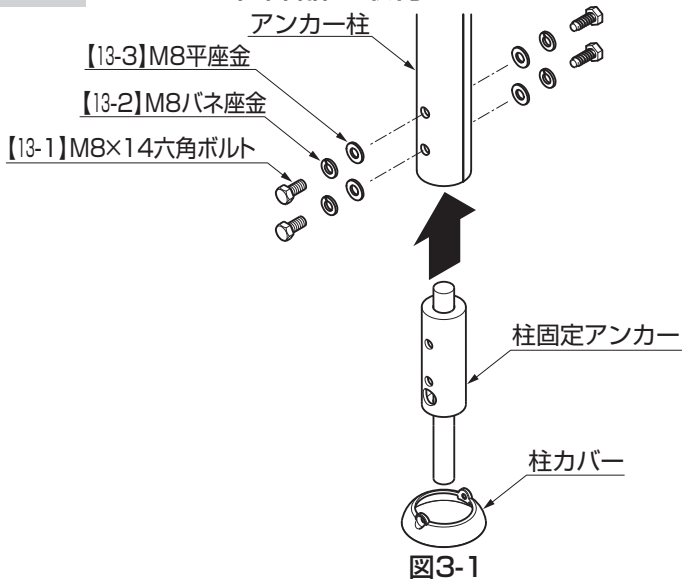

図3-1
① アンカー柱に柱固定アンカーを差込み【13-1】、【13-2】、【13-3】で取付け、柱カバーを柱に通してください。(図3-1参照)